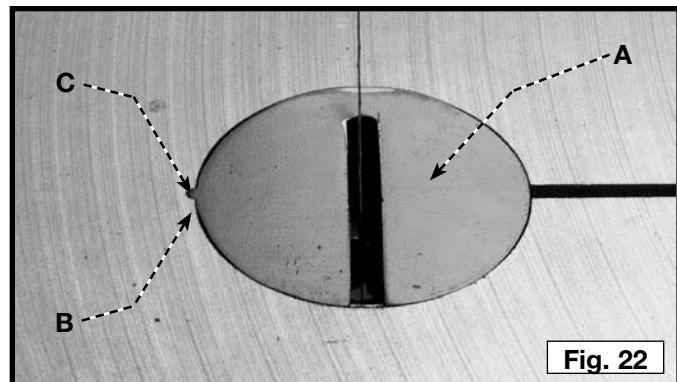

Fig. 22
Insérer l'insert de table (A) fig. 22, dans l'ouverture de la table.